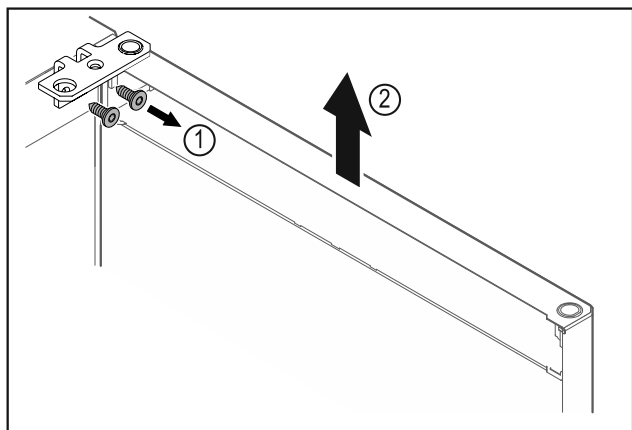

Fig. 9
- Odkręcić zawias Fig. 9 (1).
- Drzwi wraz z zawiasem należy podnieść prosto do góry o ok. Fig. 9 (2) circa 200 mm i zdjąć.